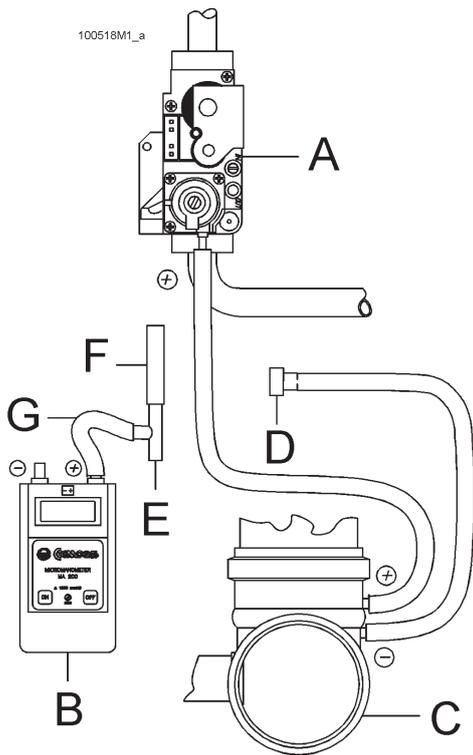

Figura 31 - Controllo pressione del gas al bruciatore
- togliere il tappo "D" dal tubo di silicone della depressione "-" (vedi figura 31) e collegarlo ad un manometro differenziale con risoluzione di almeno 0,1 mbar (1 mmH₂O) vedi figura 32;
- togliere il tubo di silicone dalla presa di pressione "+" sulla valvola del gas "A" (vedi figura 31);
- preparare il lato "+" del manometro differenziale con due pezzi di tubo "F" e "G", e con un raccordo a T identificato con "E" (vedi figura 31).